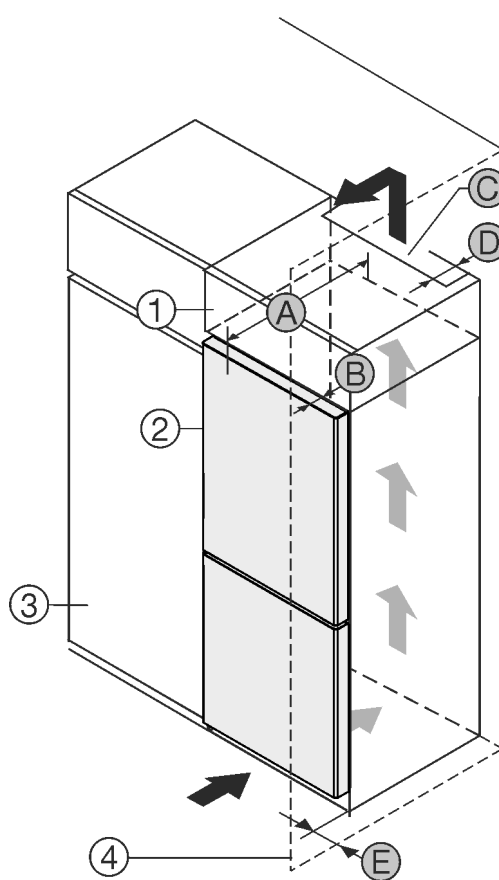

Fig. 1
- (1) Nástavná skříňka *
- (2) Příklad *
- (3) Kuchyňská skříň *
- (4) Stěna *
- (A) Hloubka přístroje *
- (B) Hloubka dvířek *
- (C) Ventilační průřez *
- (D) Vzdálenost zadní strany přístroje *
- (E) Vzdálenost k zadní straně přístroje *
Můžete přístroj nainstalovat přímo vedle kuchyňské skřínky Fig. 1 (3)*
Na zadní straně nástavné skřínky musí být větrací šachta hluboká Fig. 1 (D) přes celou šířku nástavné skřínky.*
Pod stropem místnosti musí být dodržen ventilační průřez Fig. 1 (C)*
Když přístroj instalujete závěsy vedle stěny Fig. 1 (4), musí být vzdálenost mezi přístrojem a stěnou minimálně 13 mm.*
Když přístroj instalujete závěsy vedle stěny *Fig. 1 (4)*, musí být vzdálenost mezi přístrojem a stěnou minimálně 20 mm.*
Aby bylo možné dvířka plně otevřít, musí přístroj přesahovat o hloubku dvířek *Fig. 1 (B)* vůči přední linii kuchyňské skříňky. V závislosti na hloubce kuchyňských skříněk *Fig. 1 (3)* a použití vymezovačů odstupu od stěny může přístroj vyčnívat dále.*